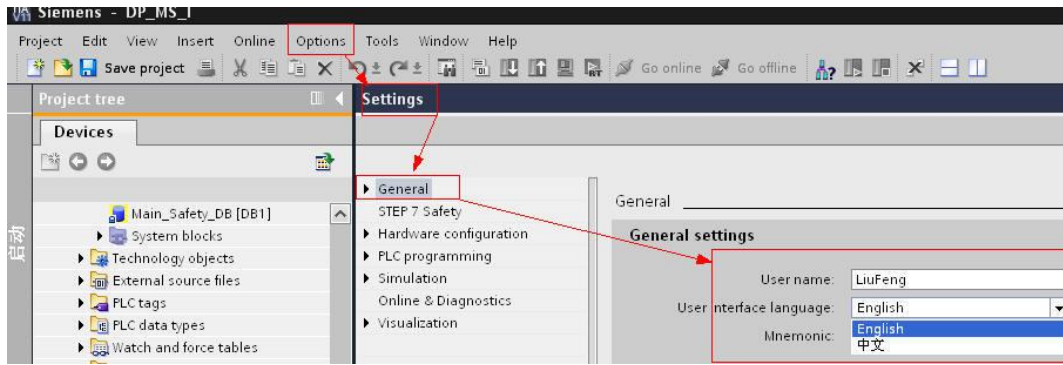

图 2-28 软件语言切换
13) 软件切换语言: 选项(Option)→设置(Settings), 图 2-28